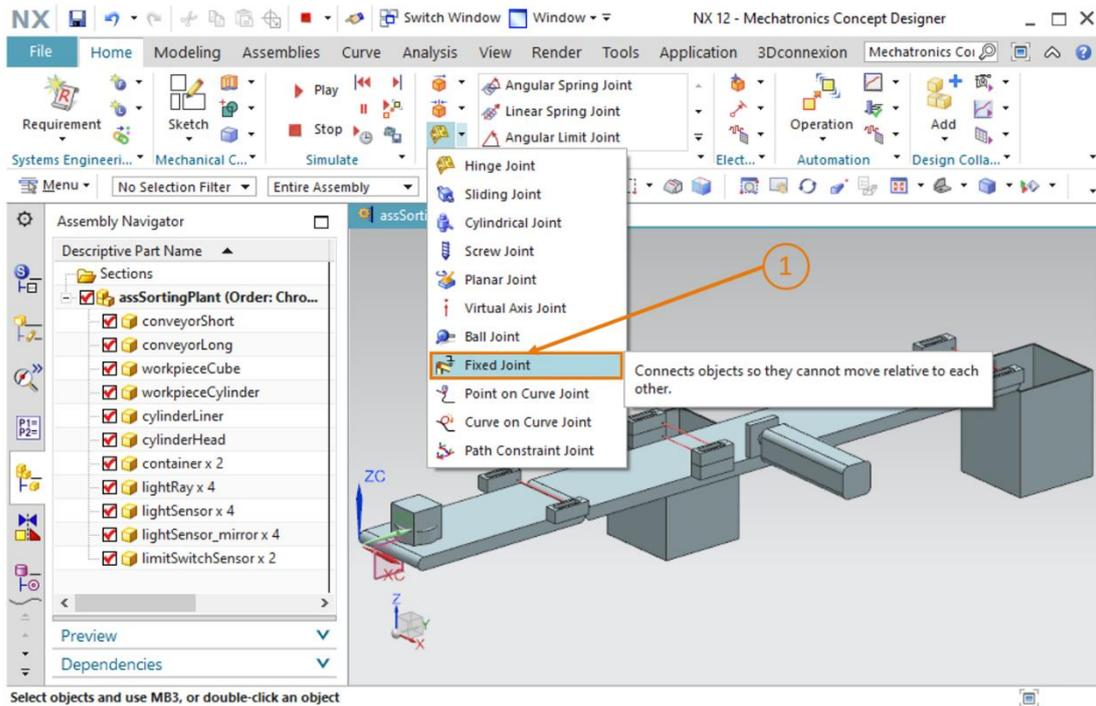

Figura 14: Creazione di un giunto fisso in MCD – richiamo del comando
- cercare il comando **Fixed Joint** (Giunto fisso) nel gruppo di menu "Mechanical" (Meccanica) e selezionarlo (vedi Figura 14, step 1).